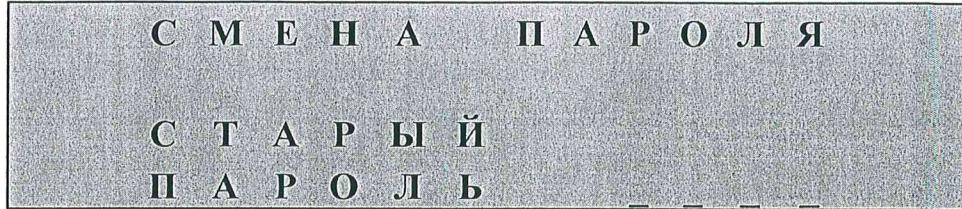

Рисунок 15 – Запрос ввода старого пароля
7.8.3.4 Для перехода в режим смены пароля нажать кнопку «ВВОД», при этом на ЖКИ отобразится запрос на ввод действующего «старого» пароля, приведенный на рис. 15.